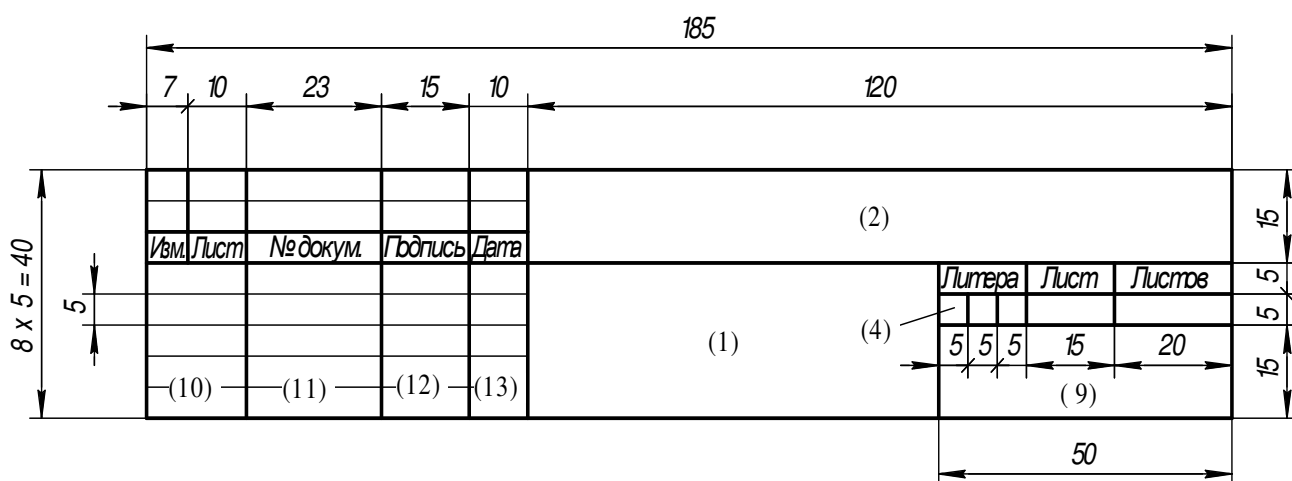

Рисунок 8.2
8.4.2 Для первого листа текстового документа (содержания и перечня элементов) применяется основная надпись по форме 2 ГОСТ 2.104 (рисунок 8.2).